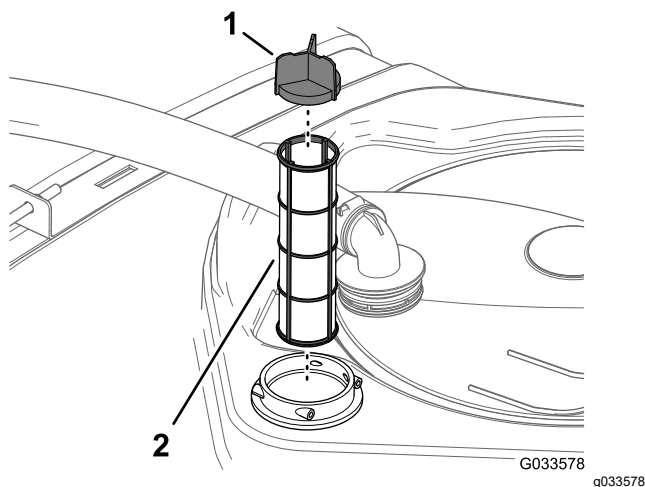

Рисунок 59
4. Извлеките старый фильтр линии всасывания из его корпуса в баке (Рисунок 59).